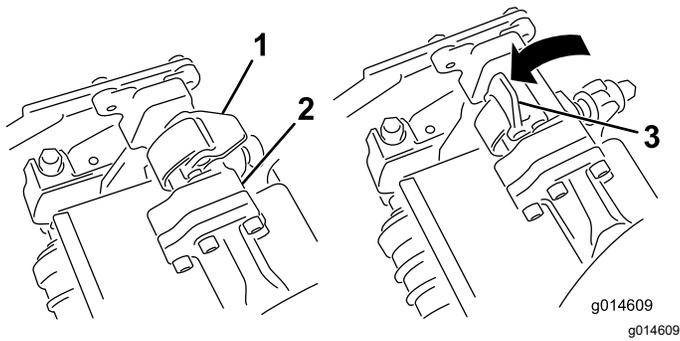
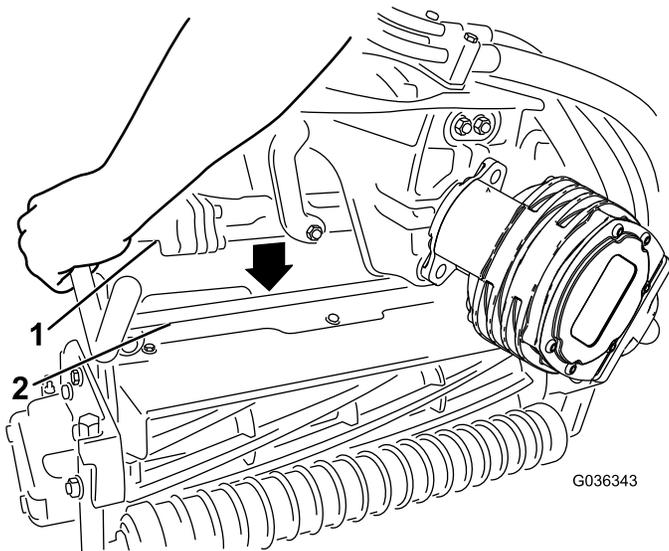

Figure 58
Figure 59
4. Les verrous de la barre de bras de suspension étant orientés en haut (c.-à-d. ouverts) (Figure 58), poussez le bras de suspension vers le bas pour que la barre s'engage sur la barre transversale au sommet de l'unité de coupe (Figure 59).
5. Fermez les verrous autour de la barre de l'unité de coupe et bloquez-les en place (Figure 58).
5. Ouvrez les verrous sur la barre du bras de suspension appartenant à l'unité de coupe que vous voulez déposer (Figure 58).